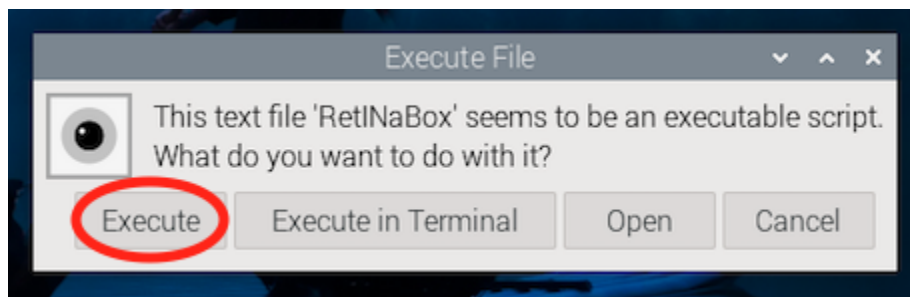

Figure 32. Message d'exécution de fichier RetINaBox.
- e. Une fois RetINaBox installé, une nouvelle application apparaîtra sur votre « Desktop » (bureau). Pour accéder à l'interface graphique (GUI), double-cliquez sur l'application RetINaBox et cliquez sur « Exécuter » (**Fig. 32**). Bienvenue dans le laboratoire RetINaBox !